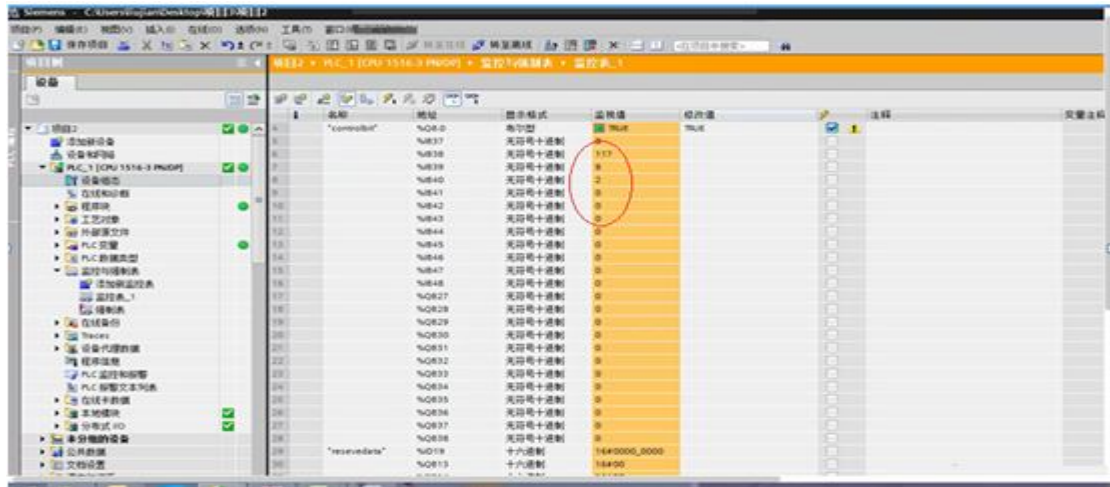

图 7.2 博途数据监控
(2) 可以在博途软件的监控表中监控获取的 EtherCAT 伺服数据参考图 7.2。